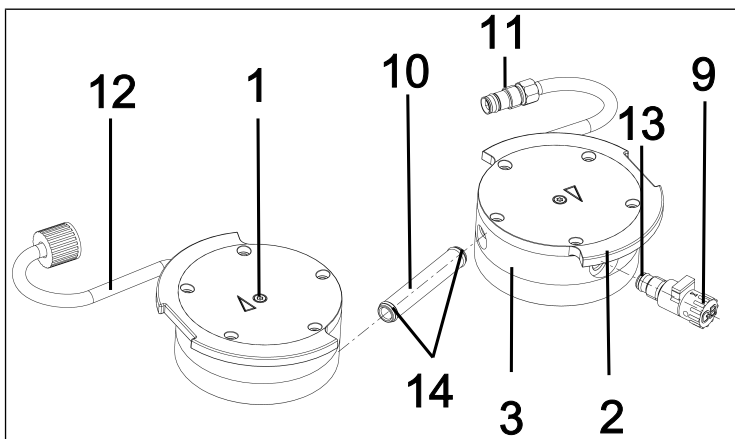

Abb.28: O-Ringe wechseln
- Ziehen Sie das Verschaltungsrohr (10/Abb. 28) aus dem Kopfdeckel (3) heraus.
- i** Die beiden Schlauchverbindungen (11) und (12) bleiben in den Kopfdeckeln montiert.
3. Tauschen Sie die beiden O-Ringe (14) am Verschaltungsrohr (10/Abb. 28) aus.
- i** Sollten die O-Ringe (14) sich nicht vom Verschaltungsrohr (10/Abb. 28) entnehmen lassen, so drücken Sie diese leicht zusammen und entnehmen Sie diese ggf. mit einer Zange.
4. Lösen Sie jeweils die innenliegende Kopfschraube (1) an beiden Pumpenköpfen.
5. Nehmen Sie die beiden Druckplatten (2) zusammen mit den beiden innenliegenden Kopfschrauben (1) ab.
6. Schrauben Sie den Gasballast (9/Abb. 28) aus dem Kopfdeckel (3) heraus.
7. Tauschen Sie den O-Ring (13) am Gasballast (9/Abb. 28) aus.
8. Schrauben Sie den Gasballast (9/Abb. 28) bis zum Anschlag in den entsprechenden Kopfdeckel (3) ein. Drehen Sie ihn anschließend wieder zurück bis die Fläche nach oben orientiert ausgerichtet ist.
- i** Bei der Pumpe werden die Ventilplatten/Dichtungen (4) nacheinander gewechselt.
1. Nehmen Sie den Kopfdeckel (3) von der Zwischenplatte (6) ab.
2. Nehmen Sie die alte Ventilplatten/Dichtungen (4) ab.
3. Reinigen Sie die Zwischenplatte (6) vorsichtig (falls Ablagerungen vorhanden).
4. Setzen Sie die neuen Ventilplatten/Dichtungen (4) in entsprechende Sitze der Zwischenplatte (6) ein.
6. Entsorgen Sie die ausgewechselten Ventilplatten/Dichtungen (4) sachgerecht.
7. Stecken Sie das Verschaltungsrohr (10/Abb. 28) wieder in die beiden Kopfdeckel (3).